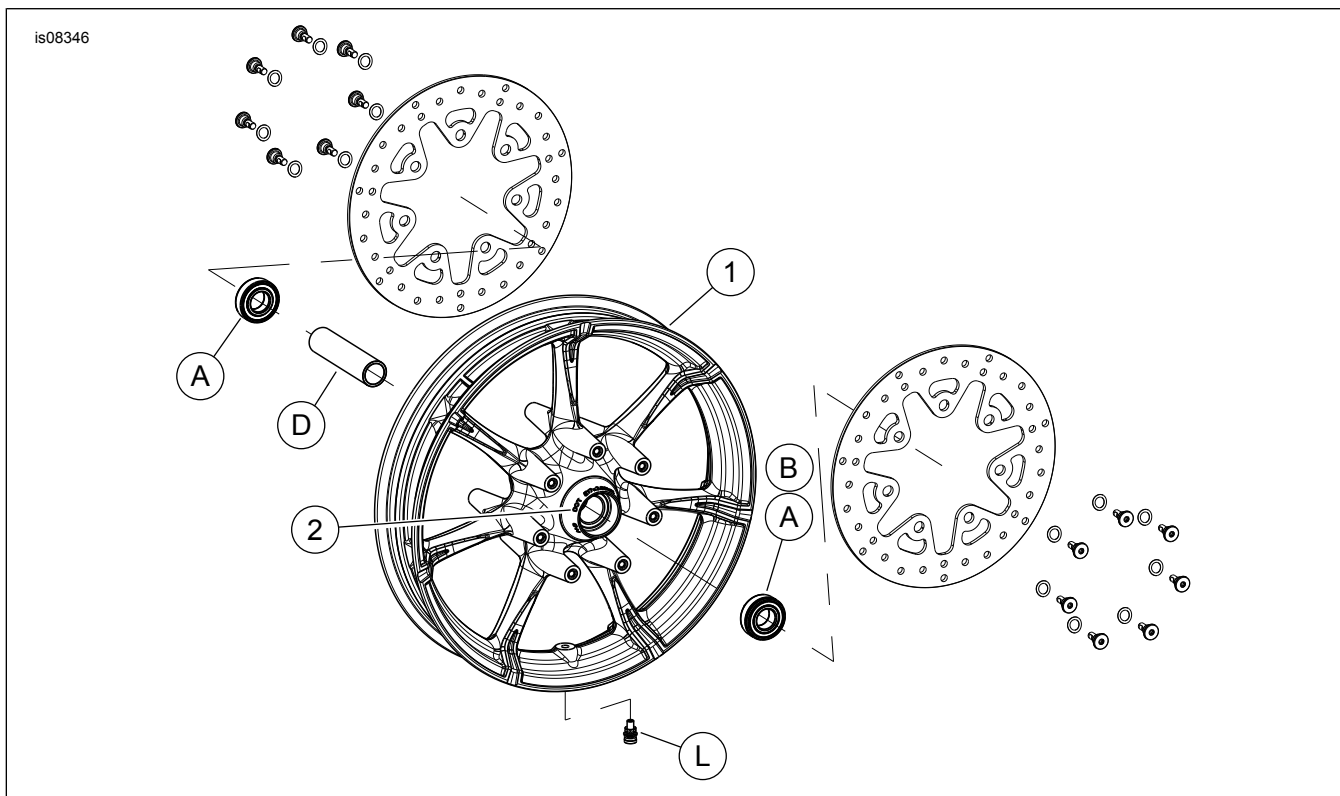

Figura 1. Peças de reposição: Rodas dianteiras Slicer
Veja a Figura 1 e as tabelas de peças de reposição.
2. Veja Figura 1. Instale o conjunto da haste da válvula (L) na roda. Consulte o Manual de serviço.